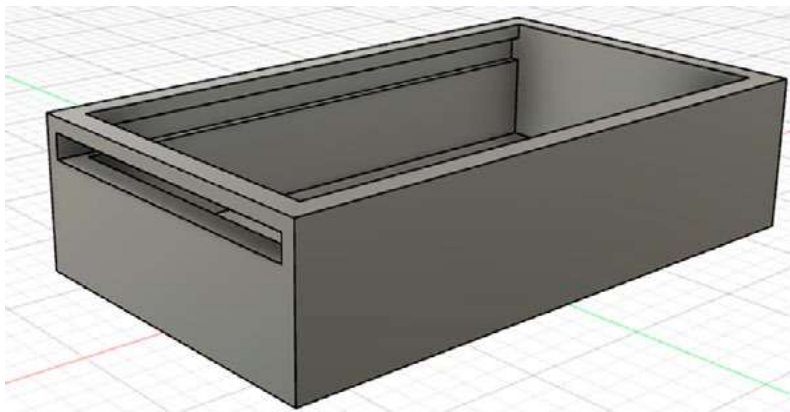

Рис. 16. Вырезанный паз
8. Вырежьте паз в корпусе инструментом EXTRUDE (рис. 16).